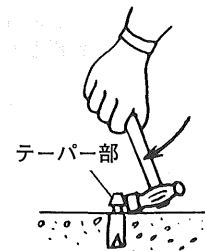

図 10
- (6) 手ハンマなどでアンカーのテーパ部分を折り取ります。（図10）